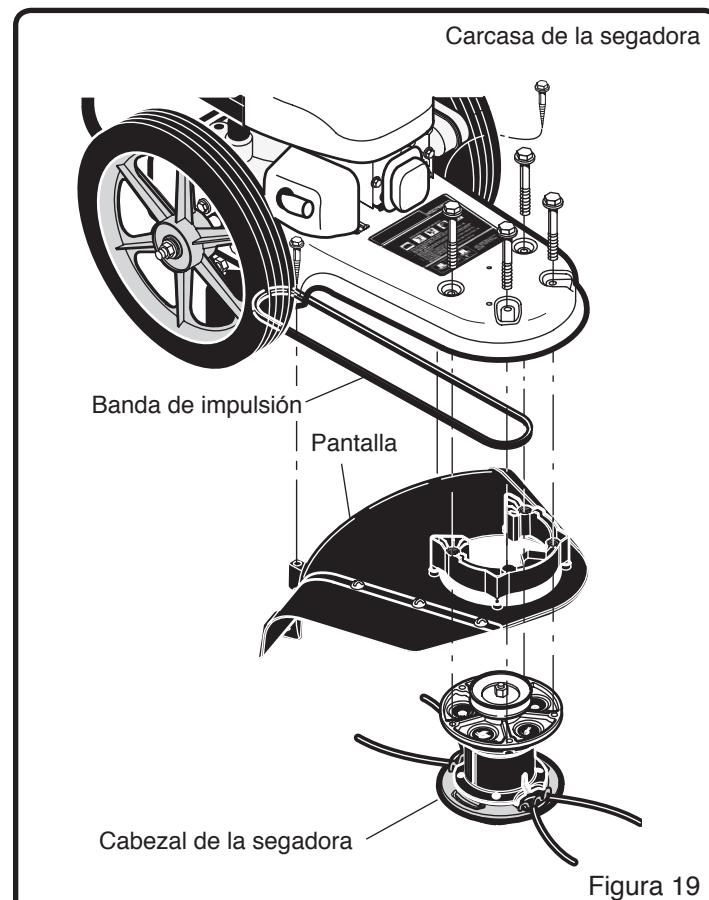

Figura 19
1. Retirar los dos sujetadores que mantienen en posición la parte posterior de la carcasa de la segadora. (Véase la Figura 19)